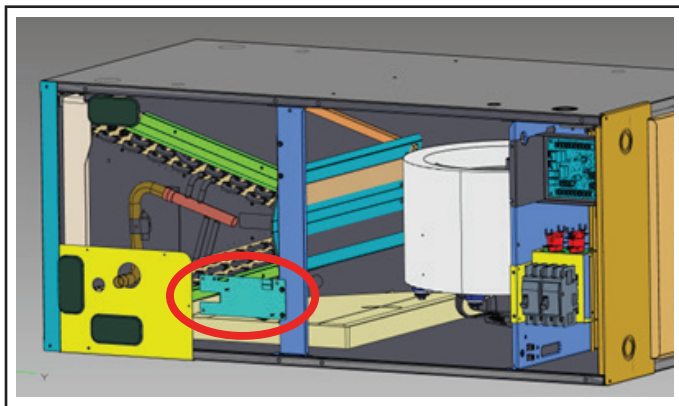

FIGURA 9
- 1 - Retire el conjunto del soporte del sensor de la posición vertical (como se muestra en la FIGURA 9). No retire el sensor del soporte y no desconecte ni vuelva a tender el cable del sensor del área del panel de control.